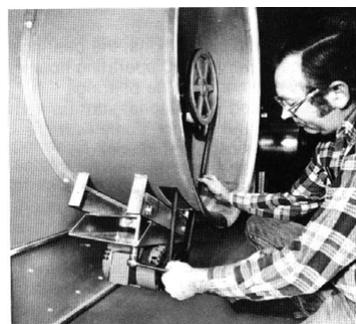

Рисунок 6 – Регулировка ремня вентилятора
- провисание составляет 10 мм/м свободной длины ремня (см. рисунок 6)